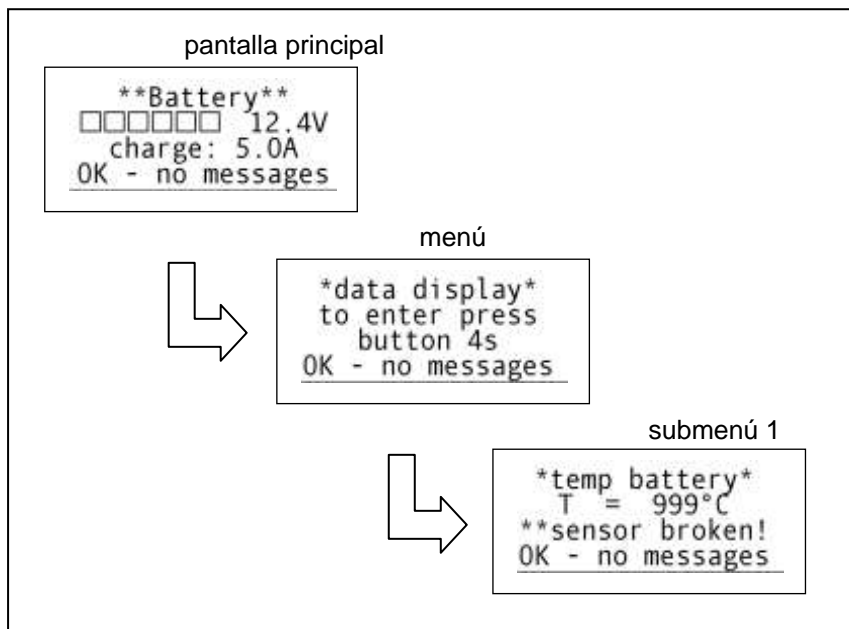

ilustración 15
4. Temperatura de la batería (ilustración 15)